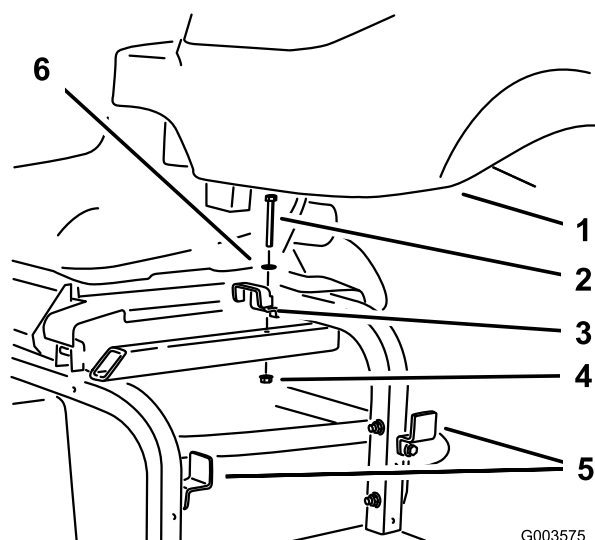

Figura 7
7. Retire o suporte superior do depósito hidráulico da estrutura da máquina e desaperte os dois suportes do lado da estrutura (Figura 7). Retire e guarde o